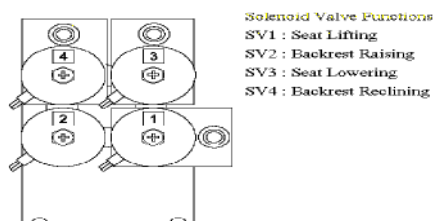

Fig.7-3 Solenoid Valve Numbers and Functions
7-3 Réglages du fauteuil (Fig.7-3) et Fig.7-4) (1)
Les nombres et les fonctions de la valve solénoïd sont représentés dans le schéma (Fig.7-3)